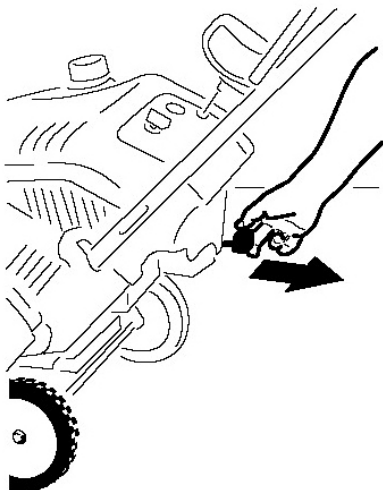

Рисунок 12.
2. Потяните рычаг воздушной заслонки (Рис. 12)